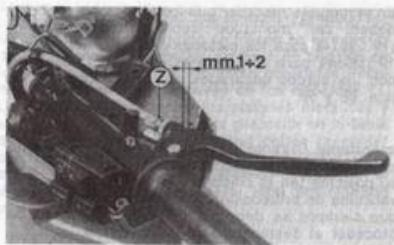

Fig. 64
**Fig. 64. Regulación del freno mecánico de la rueda delantera:** presionar en el pedal del freno y mediante el registro «Z» regular el recorrido en vacío en el extremo de la palanca, que debe ser de 1-2 mm. Soltar el pedal del freno y controlar que la rueda gira libremente.